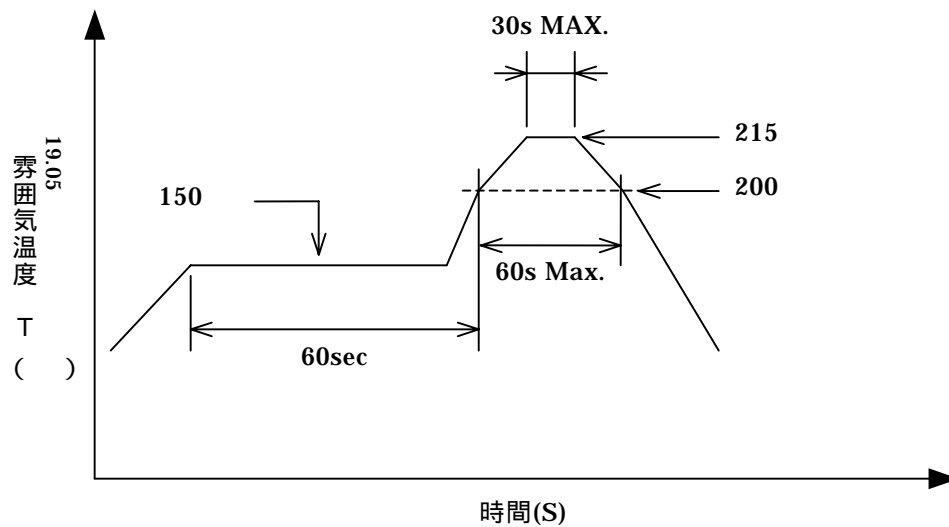

図 5-2 温度プロファイル
V.P.S での推奨温度プロファイルの例を図 5-2 に示します。